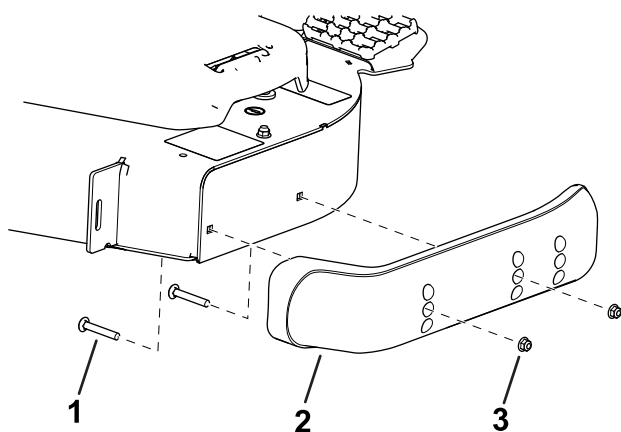

Figura 13
3. Spostate il pattino alla posizione desiderata e fissatelo all'apparato di taglio con i bulloni a testa flangiata e i dadi (Figura 13).